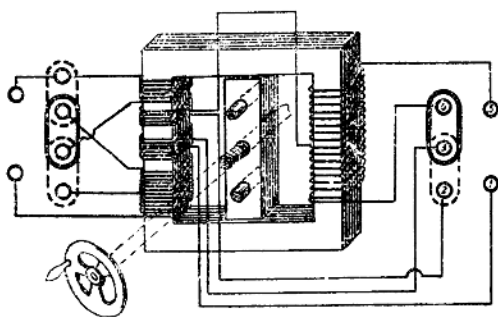
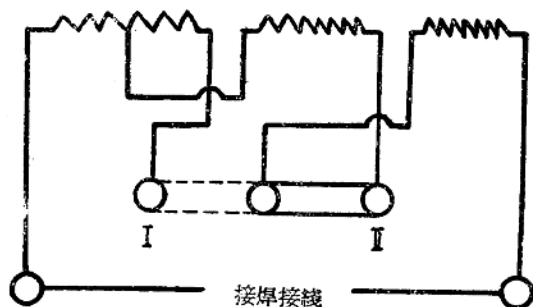

图 1-2 弧焊机的构造
图 1-5 交流电焊二次线路调节
(一)铁芯：如图 1-2 所示。
1. 原线圈。是绕在固定铁芯的一边，由三个线圈组成，线圈的端头，分别引出并固定在外壳后盖的接线螺上，如图 1-2 所示；调节连接片可使用两种电压。
2. 副线圈。是用较粗的导线绕在原线圈的外面，由两个线圈组成。上部的线圈匝数较多（10 匝），两端分别接在外壳前面的①③号接线螺上，下部的线圈匝数较少（4 匝），引出两个线头，一个接在②号接线螺上，另一个与电抗线圈的中部相接。
3. 电抗线圈。绕在固定铁芯的另一边，用来增加焊接电路中电抗大小的。两端分别接在④⑤号接线螺上。
4. 联接板是在②③④号接线螺间，根据焊接时需要电流的大小，调节焊接电流，如图 1-5 所示；在 I 或 II 字的位置。
1. 粗调节。是变更电抗线圈与副线圈的多少(变更 I 或 II 的位置)如图 1-5 所示,在大的范围内,调节电流应适应焊接的需要 (I 的位置最大电流 220 安培, II 的位置最大电流为 380 安培)。